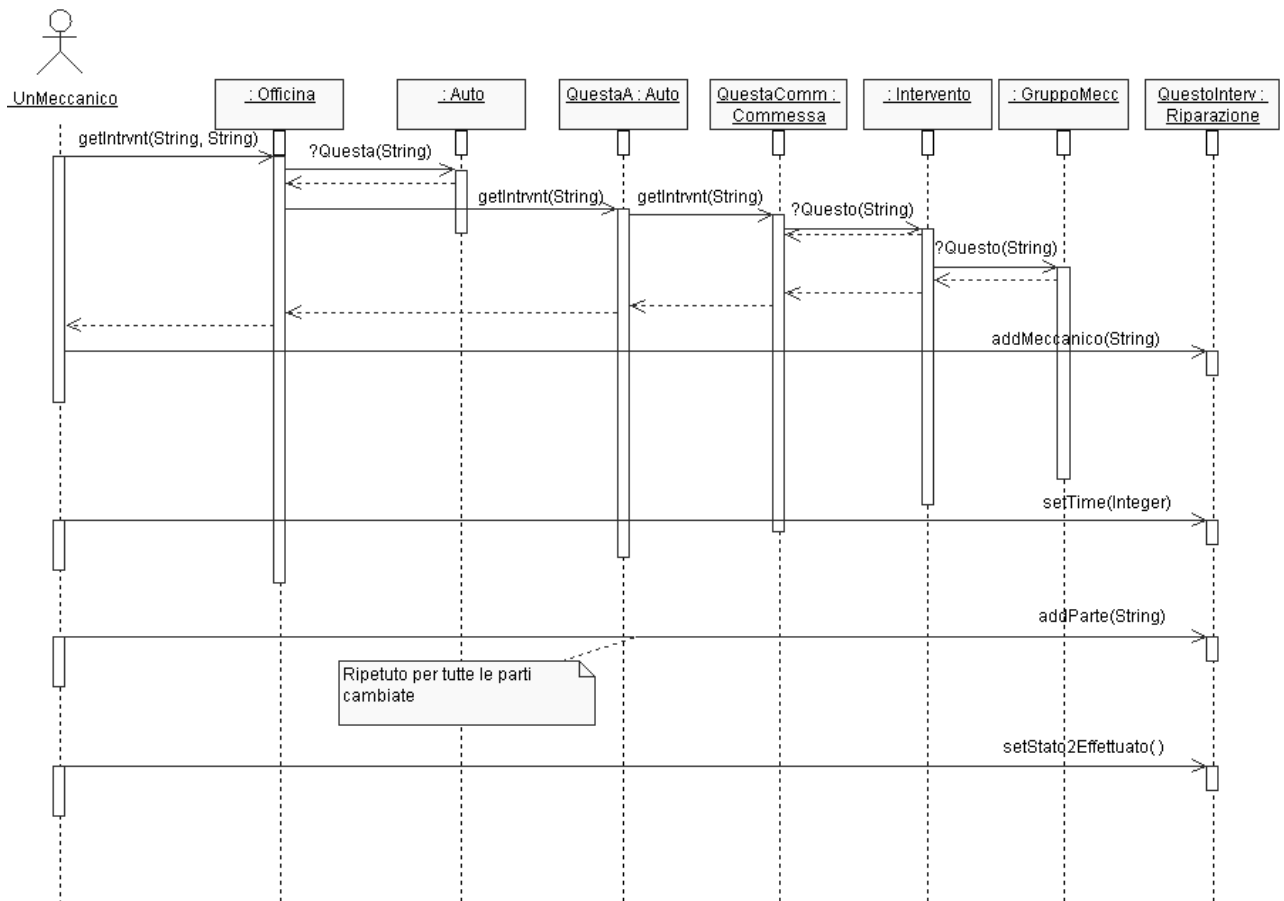

Figura 5: Registrazione di una riparazione. .
In Figura 5 viene illustrato il caso della riparazione.
- (a) L'associazione col meccanico (nello schema di Figura 5, si fa l'ipotesi che l'associazione avvenga semplicemente attraverso il nome del meccanico – Intervento dovrà prevedere la componente Meccanico come stringa (non come riferimento).
- (c) L'associazione con tutte le parti cambiate tramite `addParte(String unaParte)`. Qui invece occorre ricercare entro il multioggetto `GruppoMecc` il riferimento a ciascuna parte individuata attraverso il suo nome. La relativa sequenza non è mostrata in Figura 5.